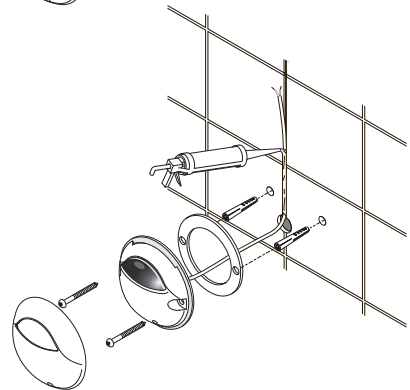
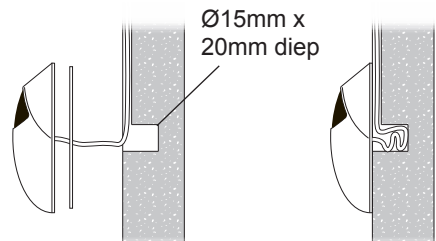

Fig 2
Fig 3
1. Frees een uitsparing in de wand, plaats een geschikte mantelbuis voor de kabel van de bedieningssensor. Voorkom scherpe knikken in de mantelbuis. Zorg, voor de juiste afdichting, dat de bedieningssensor gemonteerd kan worden in het midden van een wandtegel. Houd het gat in de tegel voor de kabel klein. (**Fig. 1**). Indien de bedieningssensor gemonteerd wordt op een bestaande tegelwand en er geen ruimte achter de wand is voor de kabel, kan een voeg uitgeslepen worden om de kabel te monteren (leg ook hierbij de kabel in een mantelbuis). Kit de voeg (**Fig. 2**). Voor onderhoud wordt geadviseerd de kabel enige ruimte te geven achter de bedieningssensor (**Fig. 3**). Voor verlenging van de kabel worden drie 3M™ connectoren meegeleverd (zie "**het verlengen van kabels**"). **Let op!** Boor niet in leidingen, mantelbuis of kabel.
1. Frees een uitsparing in de wand, plaats een geschikte mantelbuis voor de kabel van de bedieningssensor. Voorkom scherpe knikken in de mantelbuis. Zorg, voor de juiste afdichting, dat de bedieningssensor gemonteerd kan worden in het midden van een wandtegel. Houd het gat in de tegel voor de kabel klein. **(Fig. 1)**. Indien de bedieningssensor gemonteerd wordt op een bestaande tegelwand en er geen ruimte achter de wand is voor de kabel, kan een voeg uitgeslepen worden om de kabel te monteren (leg ook hierbij de kabel in een mantelbuis). Kit de voeg **(Fig. 2)**. Voor onderhoud wordt geadviseerd de kabel enige ruimte te geven achter de bedieningssensor **(Fig. 3)**. Voor verlenging van de kabel worden drie 3M™ connectoren meegeleverd (zie "**het verlengen van kabels**"). **Let op!** Boor niet in leidingen, mantelbuis of kabel.